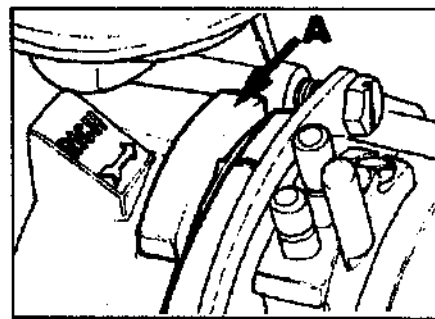

Рис.5 Пластмассовая крышка.
- в) Снять пластмассовую шкалу (А, Рис.5).